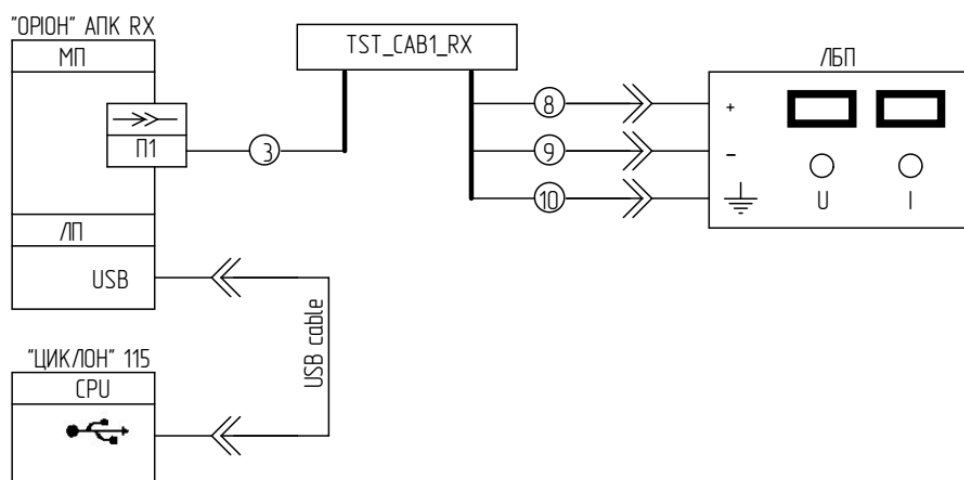

Рисунок 8.7.1 – Подключение «ОРИОН» АПК RX к ПК и «ЦИКЛОН» 115
- 1) Подключить «ОРИОН» АПК RX к «ЦИКЛОН» 115 и ЛБП с помощью тестового кабеля «TST_CAB1_RX» и USB кабеля «USB cable» (см. рисунок 8.7.1);